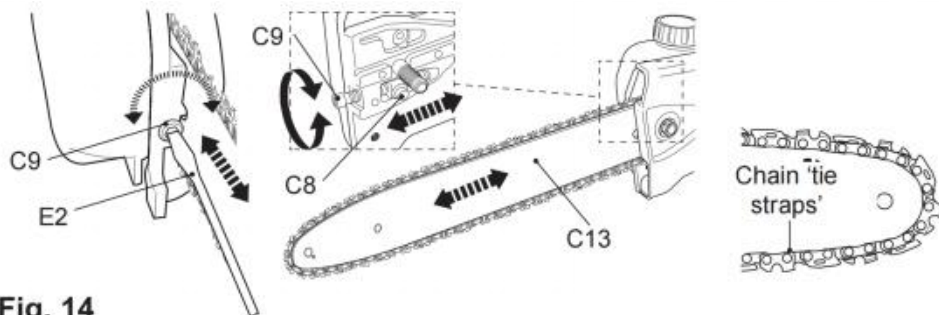

Fig. 14
3) Draai de spanschroef (C9) met de klok mee of tegen de klok in om de spanpen (C8) / zaagblad (C13) af te stellen totdat de 'bindbanden' van de ketting met de onderkant van het zaagblad raken (Fig. 14) .